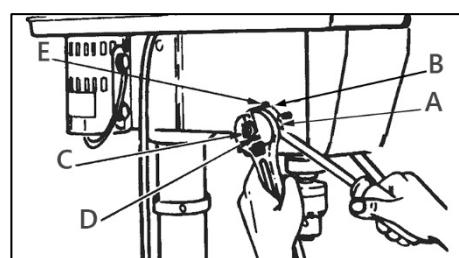

Рисунок 15.
Поместите отвертку в нижний передний паз (A) (рис. 15) корпуса пружины (B) и удерживайте в таком положении во время откручивания и снятия внешней гайки (C).